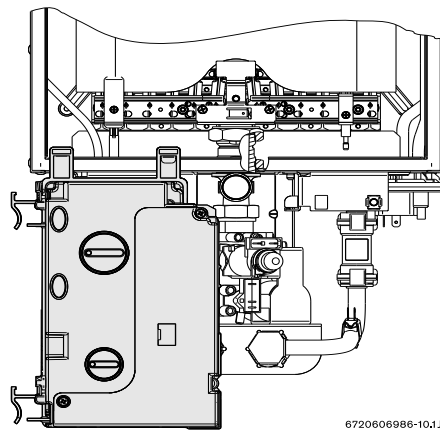

Fig. 2 Tableau électrique - position de réglage de gaz
- ▶ Une fois le tableau électrique retiré, positionnez-le conformément à la Fig. 2